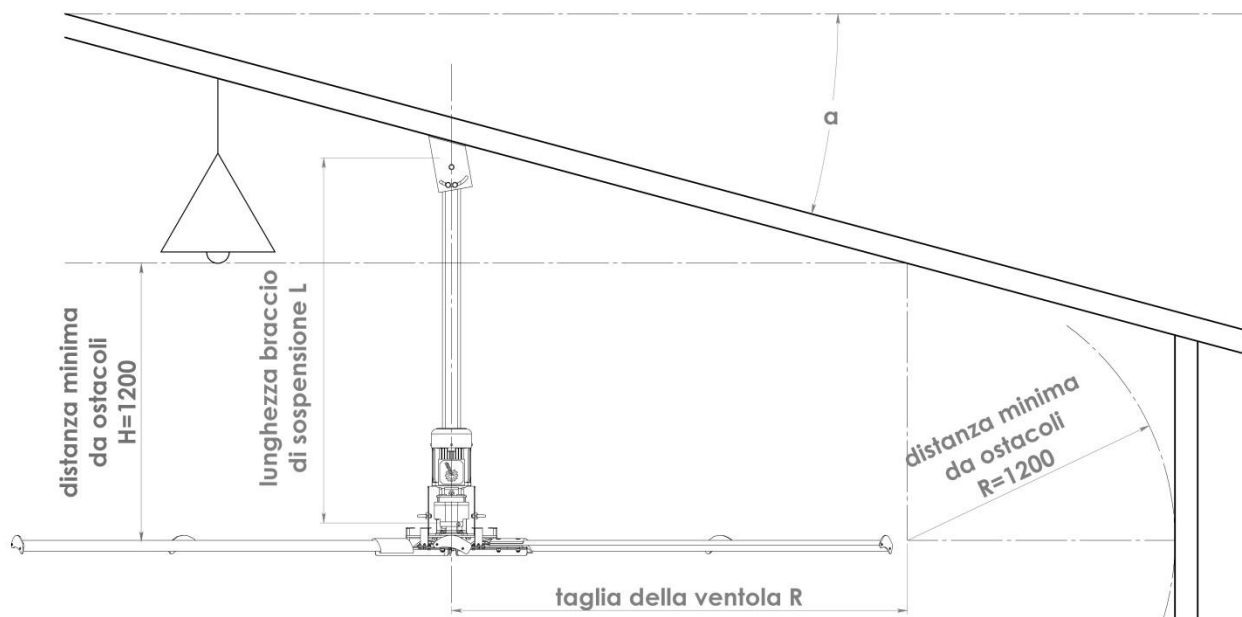

Fig.7
- per quanto riguarda la distanza minima della ventola vedere la Fig.7 al capitolo 5.4;